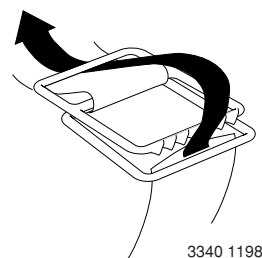

Figura 10 – Cómo enhebrar la correa de sujeción de la batería
**▲ ADVERTENCIA** Corriente eléctrica peligrosa. Puede causar quemaduras graves y comenzar un incendio si hay un cortocircuito en los bornes de la batería. Instale la batería en la caja (Clave No. 9 en la página 37). Para evitar cortocircuitos accidentales en los bornes de la batería, amarre la cubierta de la caja de la batería en forma segura (Consulte la Figura 10). No deje la batería descubierta. No permita que los niños jueguen cerca del lugar de instalación del sistema de batería de respaldo.